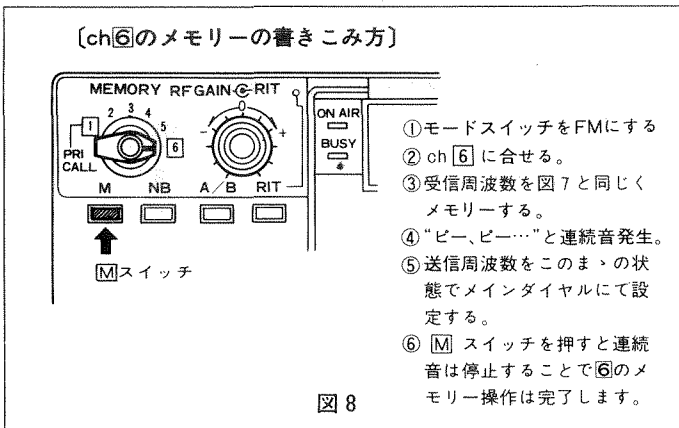

図 8
また、⑥メモリーチャンネルは、FMモードにて送信、受信で異なるメモリーが可能です。受信メモリーのしかたは①～⑤チャンネルのときと同じですが、Mスイッチを押しますと“ピーピー……”と連続音が発生します。この状態で再度送信周波数をメインダイヤルにて設定し、もう一度Mスイッチを押せば、送受信異なる周波数がメモリーできます。SSB/CWモードでは通常メモリー動作に自動的になります。（図8参照）